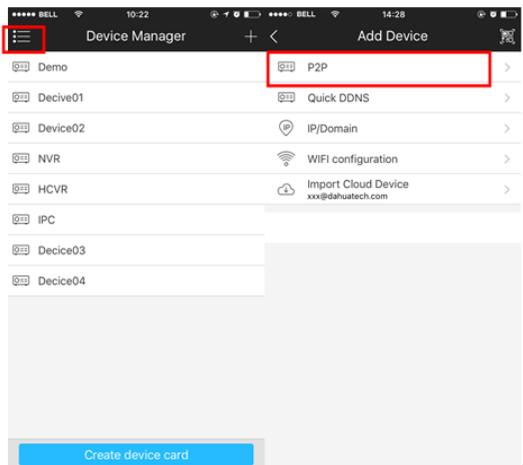

Figura 6-3
- 2) Premere P2P per aggiungere la periferica. Vedere Figura 6-3.